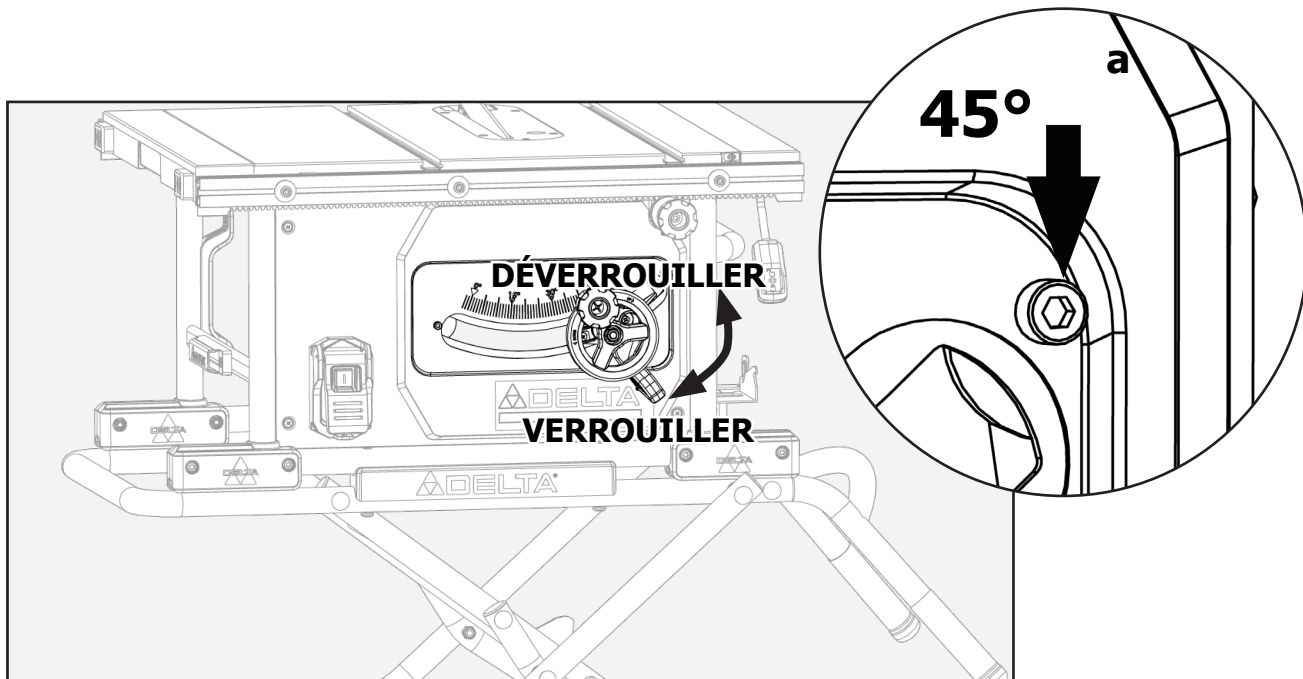

FIGURE 40
Si vous le souhaitez, vous pouvez adapter le guide à onglets avec un parement de bois auxiliaire qui doit être d'au moins 1 pouce (25 mm) plus haut que la profondeur de coupe maximale, et au moins aussi large que le guide d'onglet. Ce parement de bois auxiliaire peut être fixé à l'avant du guide d'onglet en utilisant (2) vis M6 ou de 1/4-20 écrous à tête plate, en plaçant les écrous dans les fentes prévues dans la face du corps du guide d'onglet. Voir figure 40.
Vous pouvez utiliser la même procédure pour vérifier la butée de 45 degrés, situé à l'extrémité droite du rail de biseau maximum 45 °, juste à l'intérieur de l'ouverture du rail de biseau comme illustré aux figures 40 et 40a.